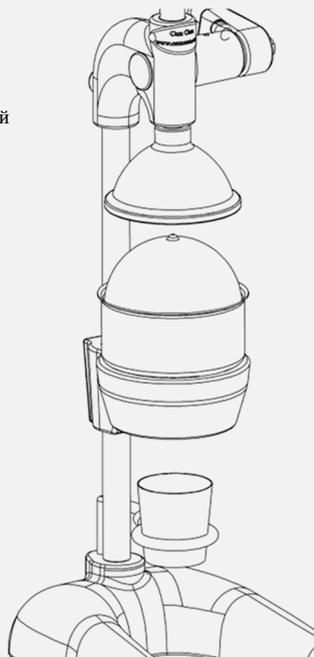

Рисунок 3
- ✓ Разрежьте плод пополам и положите одну дольку (12) фрукта на фильтр (Рисунок 3).